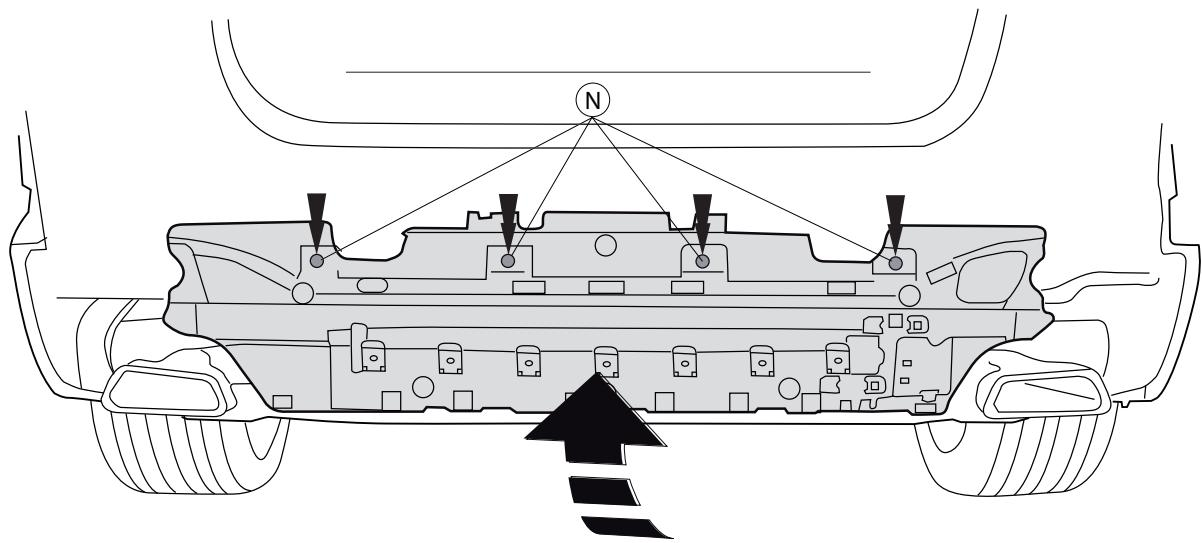

Fig.3
7. Установить пластмассовый корпус на поперечный брус бунксирного крюка в точках N. См. рисунок 3.